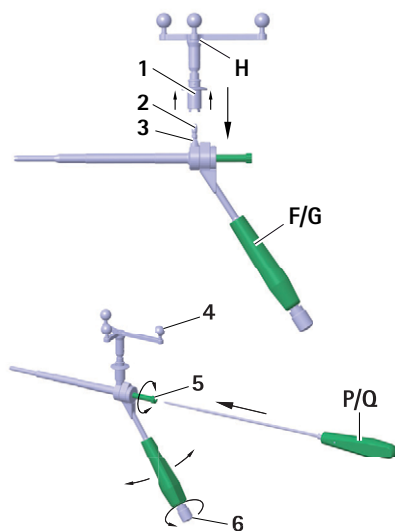

Abb. 2 Montage der Aesculap-Sterneinheit an S⁴C-Bohrlehre FW664R/FW665R
- ▶ Um eine uneingeschränkte Sicht der Kamera auf die reflektierenden Marker-Kugeln sicherzustellen, Knauf **6** am S⁴C-Handgriff der S⁴C-Bohrlehre **F/G** aufdrehen und Aesculap-Sterneinheit **H** in die gewünschte Position drehen, siehe Abb. 2.
- ▶ Um eine uneingeschränkte Sicht der Kamera auf die reflektierenden Marker-Kugeln sicherzustellen, Knauf **6** am Handgriff der S⁴C-Bohrlehre **F/G** aufdrehen und Aesculap-Sterneinheit **H** in die gewünschte Position drehen, siehe Abb. 2.